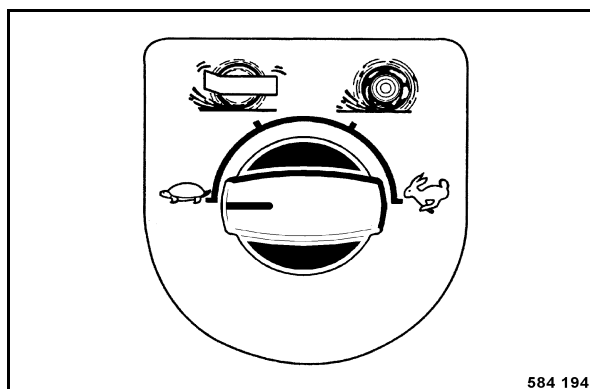

fig. 54
- Présélectionner le régime de conduite (fig. 54) désiré.